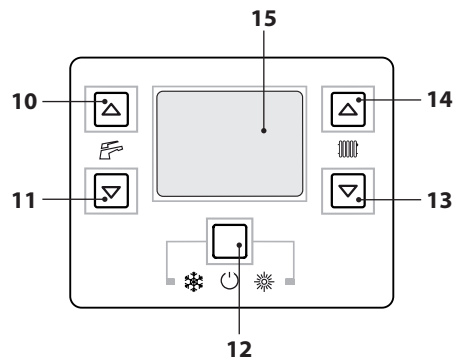
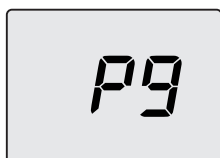
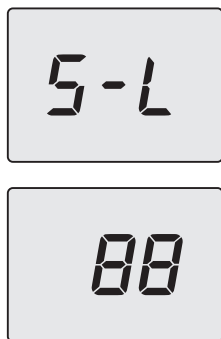

Figura 7.2
Figura 7.4
Figura 7.12
- Entre en la "modalidad de programación" pulsando simultáneamente durante 10 segundos los botones 12-13-14 (Figura 7.2) hasta que aparezcan en el display LCD las letras **P01** que se alternan con el valor del parámetro, indicando que se ha entrado en el "parámetro 01" (Figura 7.3).
- Pulse el botón 13 o 14 (Figura 7.2) para desplazar los parámetros hasta el parámetro **P09** (deshollinador) (Figura 7.4).
- Pulse simultáneamente los botones 12 y 14 para visualizar el valor **00** (deshollinador no activado) (Figura 7.4). Utilice los botones 10 o 11 para cambiar este valor a **01** (deshollinador activado al mínimo en calefacción) y pulse el botón 12 para confirmar. El display muestra **LP** alternado con la temperatura mínima del agua sanitaria (Figura 7.5).
- Utilice los botones 13 o 14 (Figura 7.2) hasta llegar al estado **dP** (deshollinador activado al máximo en agua sanitaria) y pulse el botón 12 para confirmar. El display muestra **dP** alternado con la temperatura máxima en agua sanitaria.
- Pulse el botón 14 (Figura 7.2) para desplazar los parámetros hasta el parámetro **P09** (deshollinador) (Figura 7.4).
- Utilice los botones 14 o 13 (Figura 7.2) para aumentar o reducir el valor. Espere 3 segundos para que se establezca la presión del gas y luego vea el valor indicado en el manómetro de gas. **Recuerde mantener la evolución ascendente.**
- Pulse el botón 11 (Figura 7.2) durante 1 segundo para memorizar el valor.
- Pulse el botón 10 (Figura 7.2) para pasar a la calibración del mínimo de gas. El display muestra S-L alternado con el parámetro de potencia mínima absoluta (Figura 7.12).
- Utilice los botones 14 o 13 (Figura 7.2) para aumentar o reducir el valor. Espere 3 segundos para que se establezca la presión del gas y luego vea el valor indicado en el manómetro de gas. **Recuerde mantener la evolución descendente.**
- Pulse el botón 10 (Figura 7.2) para comprobar el valor máximo definido y corregirlo en caso necesario, siguiendo el procedimiento descrito previamente.
- Pulse el botón 10 (Figura 7.2) para comprobar el valor mínimo definido y corregirlo en caso necesario, siguiendo el procedimiento descrito previamente.